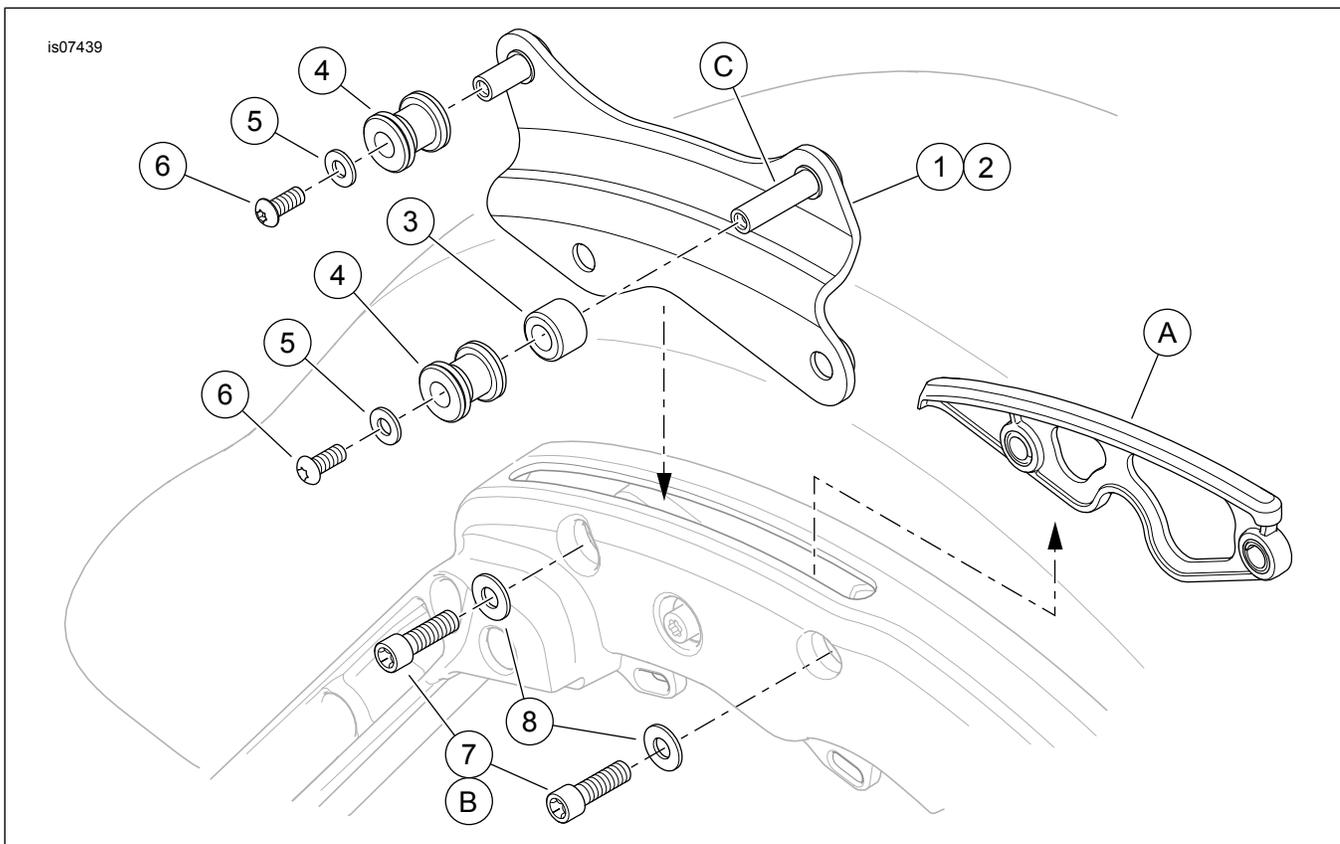

Abbildung 2. Ersatzteile, abnehmbare Vierpunkt-Befestigungsstellen-Ausrustungssatz
Siehe Abbildung 2 und Tabelle 1.
2. Siehe Abbildung 2. Zwei Schrauben (B) von der Satteltaschenstütze auf jeder Seite entfernen. Heben Sie die Spaltabdeckungseinsätze (A) aus den Spalten in den Stützen.
6. Siehe Abbildung 2. Ein Distanzstuck (3) auf den langeren Zapfen (C) jeder Befestigungsplatte schieben. Eine Befestigungsstelle (4) mit dem Fasenende zuerst auf den Pin einer jeden Befestigungsplatte schieben. Eine verchromte Unterlegscheibe (5) auf die einzelnen **kleineren** Schrauben (6) aus dem Satz legen. Zwei bis drei Tropfen Loctite 243 (blau) auf die Gewindegange jeder Schraube auftragen.